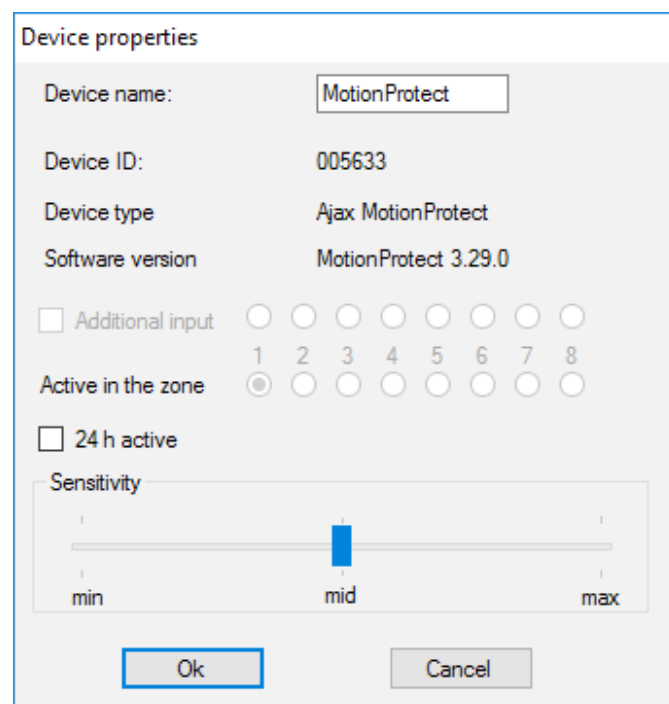

Imagen 5. El menú de propiedades del sensor permite registrar el sensor en la zona
3. Si el sensor se registró por error en una zona incorrecta, haga clic en el botón **“Propiedades”**. Aparecerá la ventana de configuración que le permitirá seleccionar una nueva zona para el sensor (Imagen 5). El menú de propiedades del sensor también se puede abrir haciendo clic en el botón correspondiente frente al sensor en la lista general de sensores en el árbol “Dispositivos de radio”.
propiedades (Imagen 5). Si un sensor (por ejemplo, un LeaksProtect) está diseñado para funcionar 24 h, active en las casillas de verificación **“Activo 24 h”**. ¡Los sensores de 24 h y los sensores normales no deben colocarse en la misma zona! Ajuste la sensibilidad del sensor si fuera necesario.